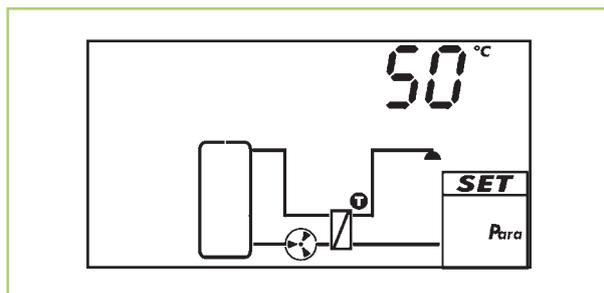

Abb. 9: Trinkwarmwasser-Solltemperatur einstellen
1. ➔ "SET" drücken. Die Trinkwarmwasser-Solltemperatur wird angezeigt, die zugehörige Komponente  in der Systemgrafik blinkt (Abb. 9).